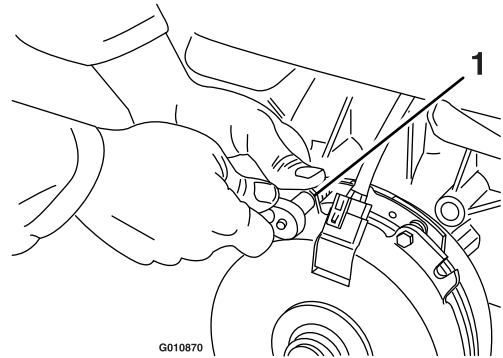

Figure 74
- A. Desserrez les boulons de fixation du frein de 1/2 tour à 1 tour, comme montré à la Figure 74.